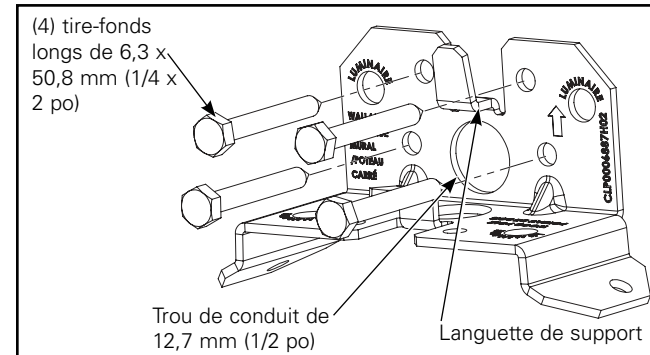

Figure 2.
- **Montage mural ou sur poteau carré :** Placez le support de fixation (montage mural/poteau carré) de façon à ce que la face soit contre la surface de montage. La flèche du support de fixation doit pointer vers le haut. (Figure 2.)